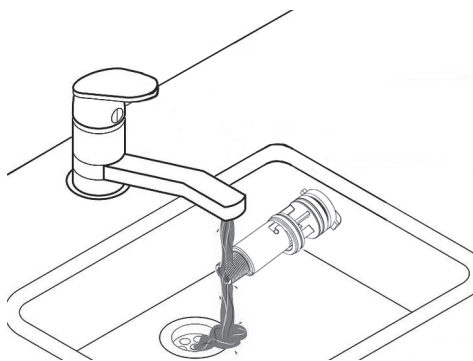
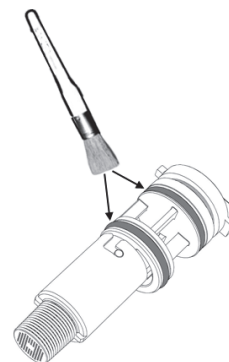

fig. 48
fig. 49
- Ahora es posible limpiar el caudalímetro (fig. 48 y fig. 49) o sustituir los componentes.